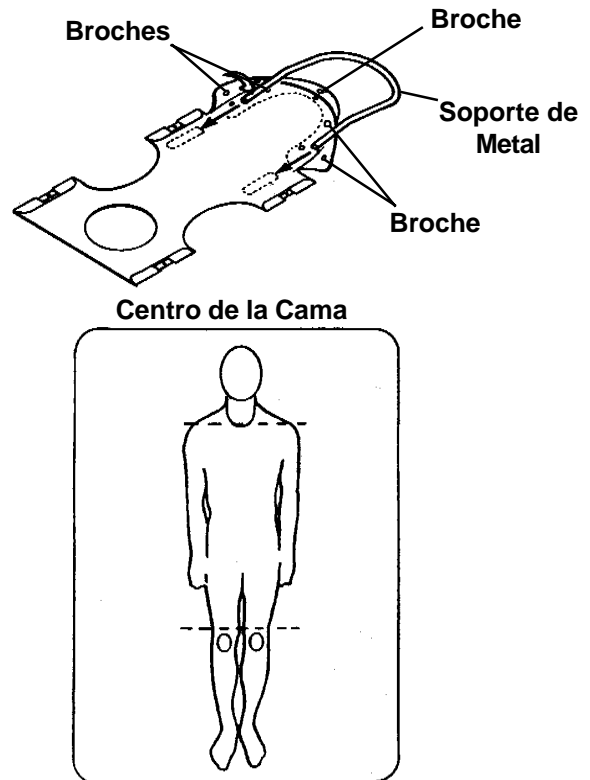

FIGURA 4 – ESLINGA CON APOYO PARA LA CABEZA Y COLOCANDO AL PACIENTE
1. Abra los broches en la parte de atrás de la eslinga e inserte el soporte de metal en la abertura de cada lado y asegúrelos con la tela, cerrando los broches. (**FIGURA 4**).
1. Coloque al paciente en el centro de la cama y recostado parejo sobre su espalda (FIGURA 4).
2. Si el paciente ha de rodar a su LADO IZQUIERDO, entonces eleve su RODILLA DERECHA hasta que su pie derecho quede plano sobre la cama (FIGURA 4).